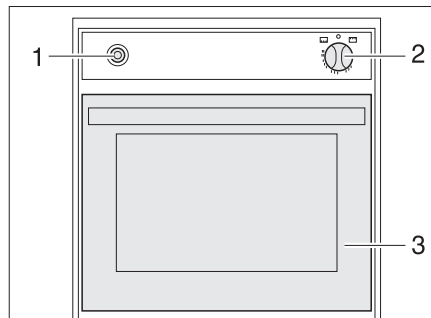

Bild 316 Gasbackofen (Spinflo)
- Backofenklappe (Bild 316,3) ganz öffnen.
- Drehregler (Bild 316,2) leicht drücken und auf "🔥" (Backofen) oder "GRILL" stellen.
- Drehregler (Bild 316,2) drücken und 5 bis 10 Sekunden lang gedrückt halten. Es strömt Gas zum Brenner.
- Zündschalter (Bild 316,1) so oft drücken, bis die Flamme brennt.
- Drehregler (Bild 316,2) auf "0" drehen. Die Flamme erlischt.